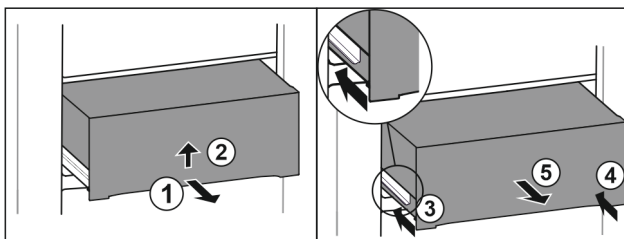

Fig. 41
- ▶ Lade er half uittrekken. Fig. 41 (1)
- ▶ Lade aan de onderkant optillen. Fig. 41 (2)
- ▶ Linker rail erin schuiven. Fig. 41 (3)
- ▶ Rechter rail erin schuiven. Fig. 41 (4)
- ▶ Lade naar voren toe verwijderen. Fig. 41 (5)